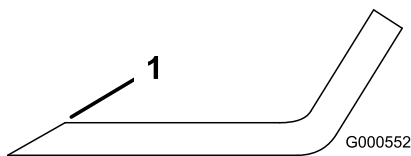
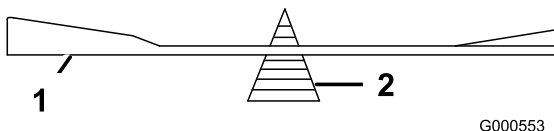

Bild 41
Bild 42
1. Schärfen Sie die Schnittkante an beiden Enden des Schnittmessers mit einer Feile (Bild 41). Behalten Sie den ursprünglichen Winkel bei. Das Schnittmesser behält seine Auswuchtung bei, wenn von beiden
2. Überprüfen Sie die Auswuchtung des Schnittmessers auf einer Ausgleichsmaschine (Bild 42). Wenn das Schnittmesser in seiner horizontalen Position bleibt, ist es ausgewuchtet und kann wiederverwendet werden. Feilen Sie, wenn das Schnittmesser nicht ausgewuchtet ist, vom Flügelbereich des Messers etwas Metall ab (Bild 41). Wiederholen Sie diesen Vorgang, bis das Messer ausgewuchtet ist.